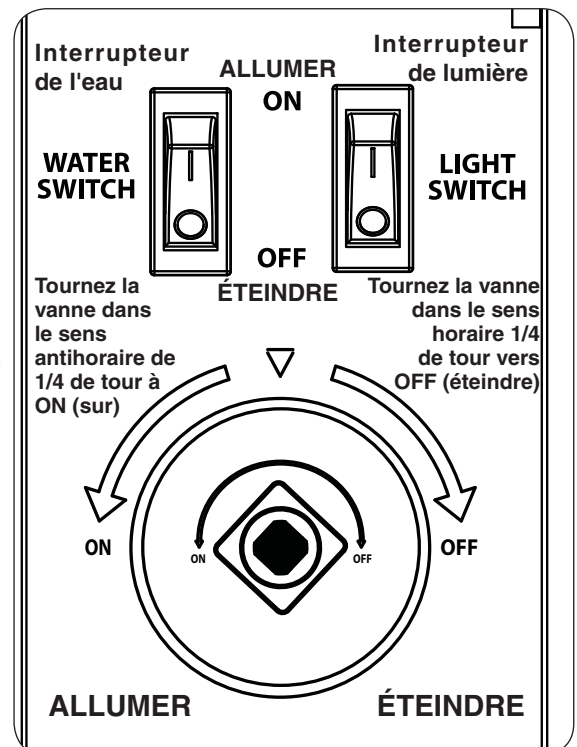

Fig. 32-2 Détail de la boîte de contrôle
4. **Une fois que le match est en feu et en position**, tournez la vanne clé sens anti-horaire d'un tour à la position **ON** (sur) 1/4 (voir Fig. 32-2). Votre brûleur devrait s'allumer.
Pour éteindre votre brûleur à gaz, tourner la soupape clé vers la droite d'une tour à la position **OFF** (éteindre) 1/4 (voir Fig. 32-2). Assurez-vous que la vanne clé est tournée entièrement au large pour éviter toute fuite de gaz.
2. Basculez l'interrupteur de l'eau (côté droit de Firefall) à la position **ON** (I) (voir Fig. 32-2).
1. Basculez l'interrupteur de lumière (côté droit de Firefall) à la position **ON** (I) (voir Fig. 32-2).